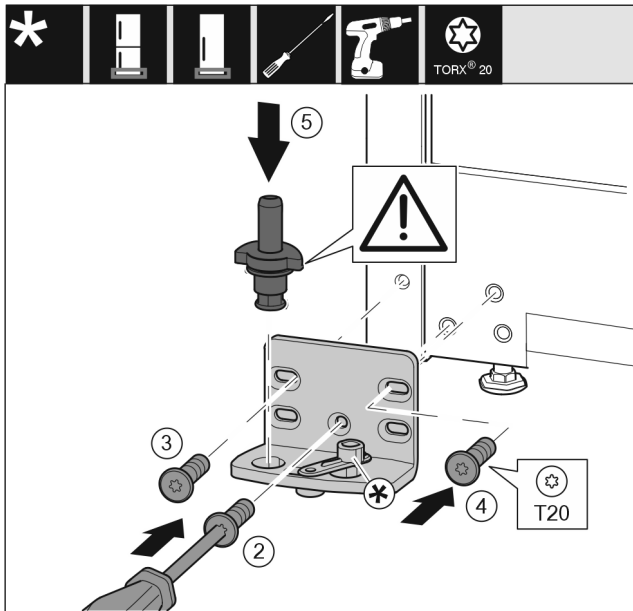

Fig. 20
- Lagerbock auf der anderen Seite ansetzen und mit Hilfe eines Schraubendrehers anschrauben. Mit der Schraube Fig. 20 (2) unten in der Mitte beginnen.
- Schraube Fig. 20 (3) und Schraube Fig. 20 (4) fest-schrauben.
- Lagerbolzen Fig. 20 (5) komplett einsetzen. Dabei darauf achten, dass der Rastnocken nach hinten zeigt.